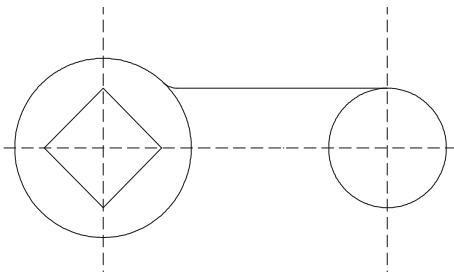

图 4-1-4
(2) 使用 TRIM 命令修剪多余的线段, 如图 4-1-4 所示。其具体操作如下: